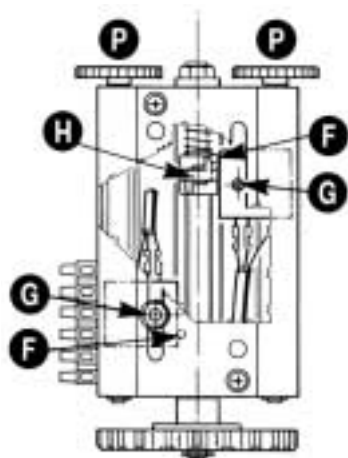

Abb. 7
- 1 - **Nachdem Sie die Endschalternocken auf der Zahnstange positioniert haben, (Abb.7 Seite4),** stellen Sie Dip1 auf ON. Die LED DL5 fängt an, zu blinken.